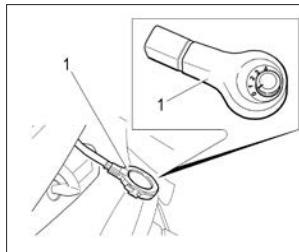

Рис. 34. Датчик дождя и освещенности
Для включения системы очистки необходимо переключатель чувствительности датчика дождя **1** (см. рис. 34), расположенный за зеркалом заднего вида в накладке датчика перевести из положения **0** в любое другое положение от **1** до **4\***, а рычаг переключателя стеклоочистителей перевести в положение **III** (прерывистый режим работы). При этом щетки очистителя делают один ход, после чего будут включаться или выключаться в зависимости от количества капель дождя, попадающих на ветровое стекло.
**В вариантом исполнении** автомобили оснащаются совмещенным датчиком дождя и освещенности, который расположен на ветровом стекле за зеркалом заднего вида (рис. 34).